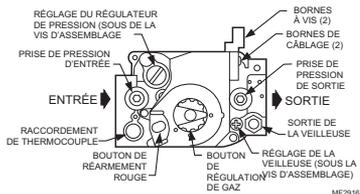

Fig. 4. Vue du haut du module de commande de gaz.
6. Connectez le tuyau à l'entrée et à la sortie du module de commande. Utilisez une clé sur les extrémités carrées du module de commande. En cas d'utilisation d'une bride, placez la clé sur la bride plutôt que sur le module de commande (fig. 4 et 5).
3. Dévissez le raccord de compression en laiton de la sortie de la veilleuse (fig. 4). Faites glisser le raccord sur le tube, à l'écart.
2. Branchez le circuit de commande aux bornes du module de commande de gaz. Consultez les figures 4 et 8.
1. Retirez la vis du couvercle de réglage de la veilleuse. Consultez la figure 4.